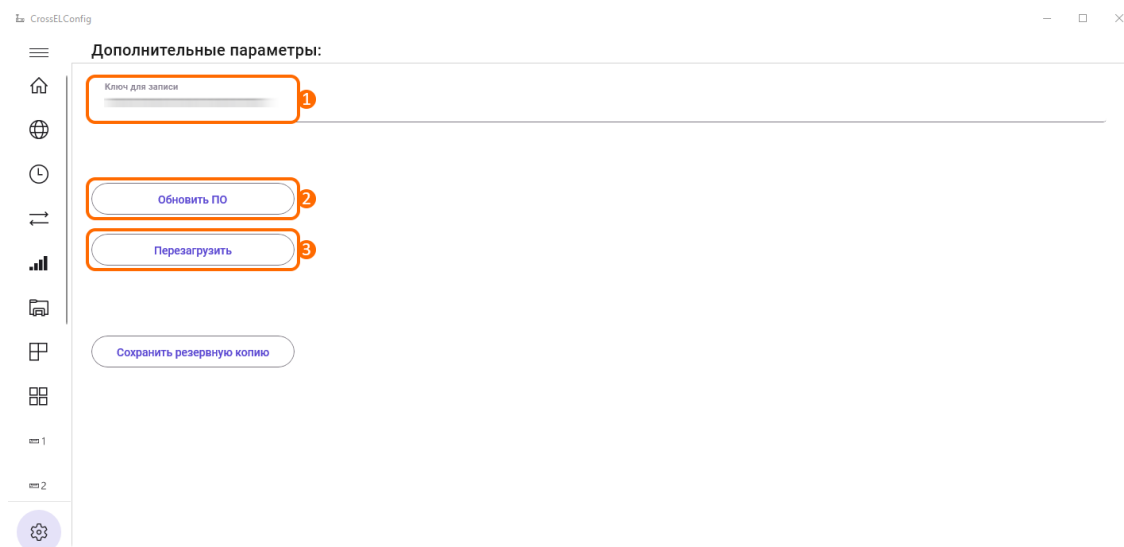

Рисунок 16 – Вкладка «Параметры»
Вкладка позволяет обновить версию прошивки, ввести ключ для записи параметров, а также перезагрузить модем (рис. 16). На данной вкладке доступен ряд функций:
- Поле для ввода ключа (рис. 16, элемент 1) позволяет указать ключ для записи параметров. Важно: при отсутствии ключа попытка записи параметров будет завершена ошибкой. Получение ключей для записи (в случае их отсутствия) выполняется через обращение владельца устройства в отдел технической поддержки АО «Элдис» (support@eldis24.ru). Для предоставления ключей потребуется сообщить SN (серийный номер) модема(-ов), который указан на корпусе устройства или в паспорте к нему;
- Опция обновления ПО (рис. 16, элемент 2) позволяет обновить встроенное программное обеспечение (прошивку) модема. По нажатию данной кнопки отобразится окно для выбора файла прошивки, расположенного в файловой системе компьютера. После выбора файла прошивки будет запущен процесс загрузки ПО на модем;
- Опция перезагрузки модема (рис. 16, элемент 3) позволяет перезагрузить модем.